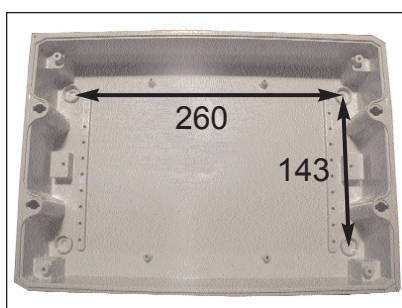

fig. 11
7. Bevestig de behuizing met behulp van de bijgeleverde pluggen en schroeven. Plaats de afdekkapjes op de schroeven. (fig. 11)